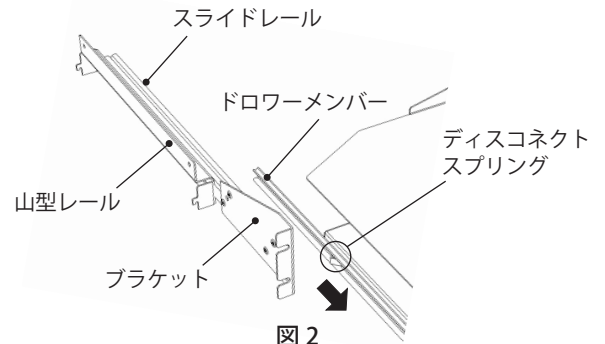

図 2
2. ドロワーメンバーのディスコネクトスプリングを左右同時に押し、スライドレールを抜いてください。(図 2)